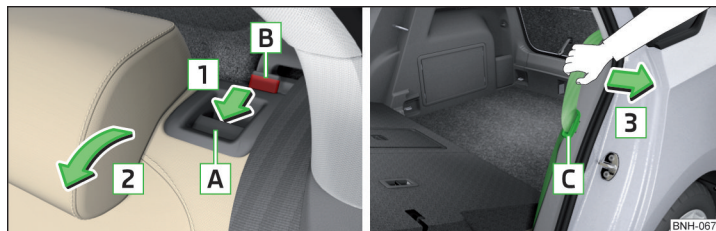

Abb. 70 Sitzlehne vorklappen / Bereitschaftsstellung des Sicherheitsgurts
- Die Schlosszunge **C** des Sicherheitsgurts in die Öffnung in der Seitenverkleidung stecken - Bereitschaftsstellung » Abb. 70.
- Den äußeren Sicherheitsgurt **C** zur Seitenverkleidung in Pfeilrichtung **3** ziehen » Abb. 70.